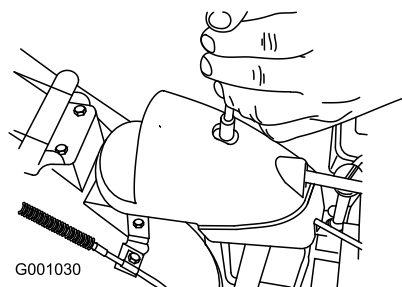

Рисунок 50
1. Снимите крепежные детали на крышке редуктора (Рисунок 50), поднимите переднюю часть крышки и сдвиньте ее дальше назад.